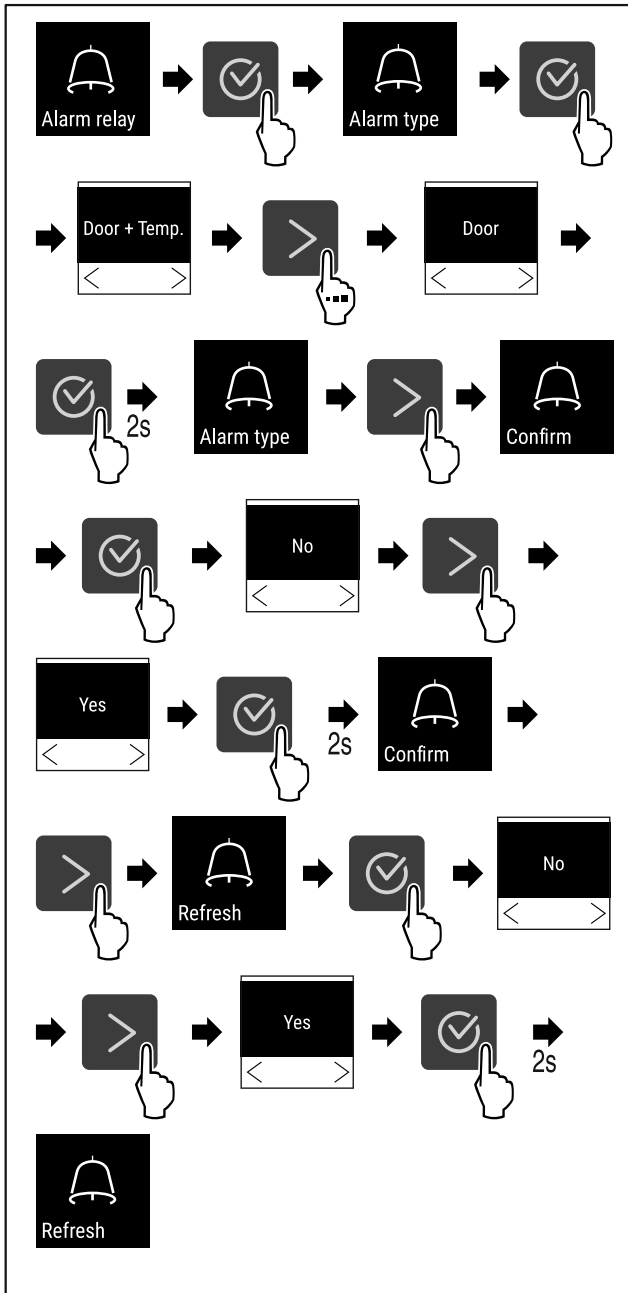

Fig. 109
- ▶ Følg anvisningene (se Fig. 109) .